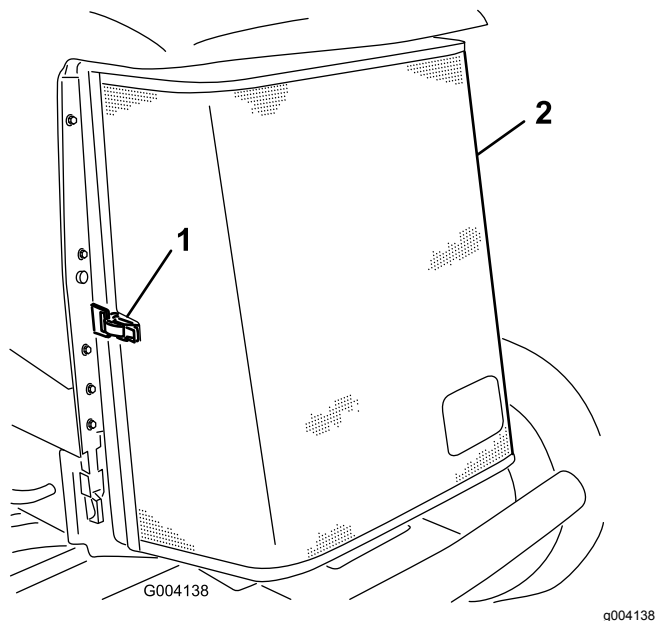

Figura 48
3. Desenganche y abra la rejilla trasera (Figura 48).